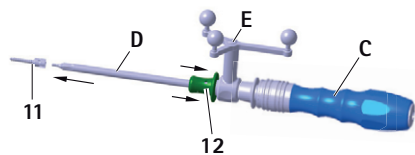

Rys. 8 Mocowanie jednostki z gwiazdką referencyjną („calibration with ICM 4” = kalibracja za pomocą ICM 4”) i S⁴C uchwyt (FW067R lub FW165R) na śrubokręcie S⁴C
- ▶ Zwolnić tulejkę blokującą 8, patrz Rys. 8.